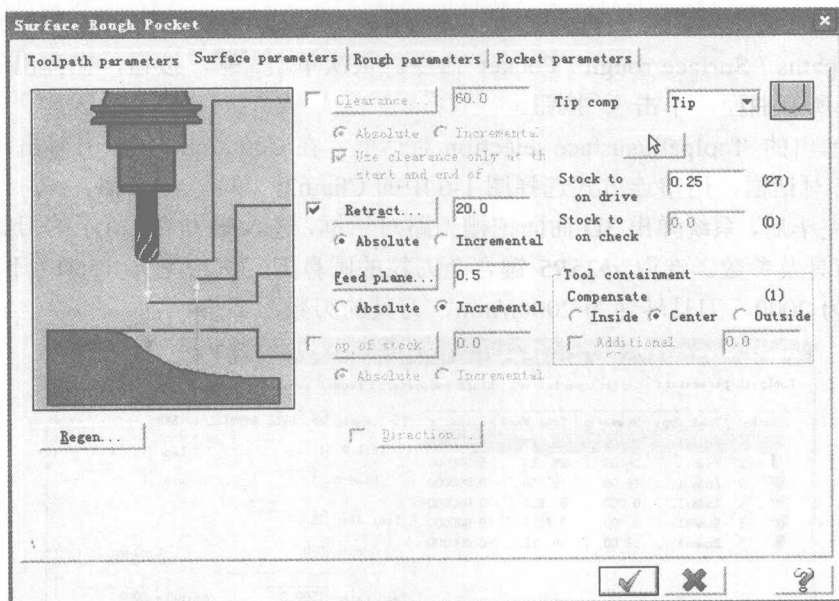

图 1-9 曲面参数
④ 单击曲面挖槽刀路中 **Surface parameters** 对话框，曲面参数设置如图 1-9 所示。加工余量 0.25mm 参数说明如下所述。